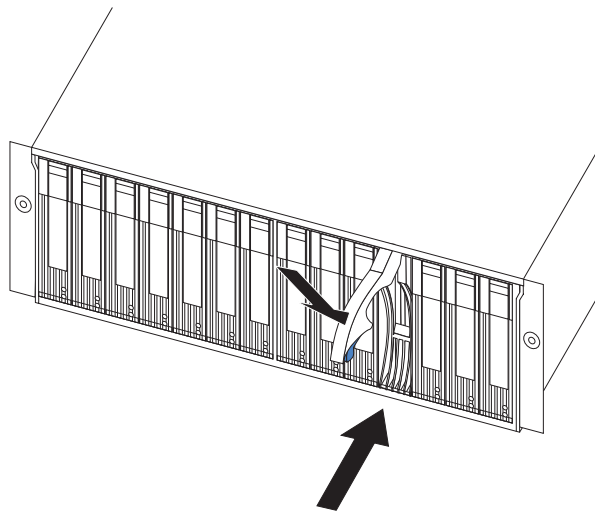

Abbildung 38. Griff am Einbaurahmen des Hot-Swap-Festplattenlaufwerks schließen
- d. Drücken Sie den Griff am Einbaurahmen nach unten in die geschlossene (verriegelte) Position, wie in Abb. 38 dargestellt.